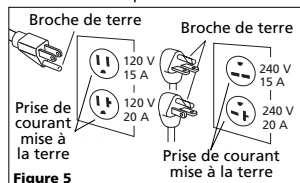

Figure 5
1. Ce produit doit être mis à la terre. Lors d'un court-circuit, la mise à la terre diminue le risque de secousse électrique en fournissant un fil d'échappement pour le courant électrique. Le modèle est équipé d'un cordon avec une broche de terre qui correspond aux types de prises de courant indiquées à la figure 5. Si la fiche ne correspond pas à la prise de courant désirée, la faire remplacer par un électricien qualifié.
1. Si la fiche sur le cordon d'alimentation du modèle vous paraît étrange ou que la fiche ne correspond pas à votre prise de courant, se reporter à la figure 5 pour une explication des différentes fiches et des tensions que vous pouvez utiliser avec ces fiches.